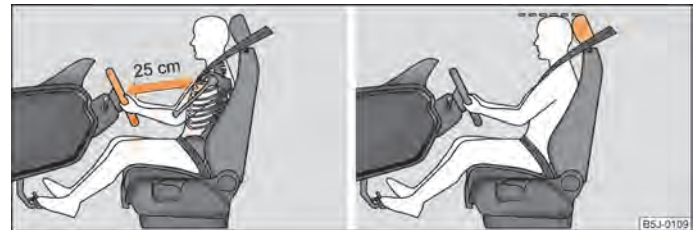

Abb. 96 Der richtige Abstand des Fahrers vom Lenkrad / Die richtige Kopfstützeinstellung des Fahrers
- Stellen Sie das Lenkrad so ein, dass der Abstand zwischen Lenkrad und Brustbein mindestens 25 cm beträgt ⇒ **Abb. 96** - links.
- Stellen Sie die Kopfstütze so ein, dass die Oberkante der Kopfstütze sich möglichst auf einer Höhe mit dem oberen Teil Ihres Kopfes befindet ⇒ **Abb. 96** - rechts.
- Der Fahrer muss einen Abstand zum Lenkrad von mindestens 25 cm einhalten ⇒ **Abb. 96**. Wenn Sie den Mindestabstand nicht einhalten, kann Sie das Airbag-System nicht schützen - Lebensgefahr!
- Stellen Sie die Kopfstützen so ein, dass die Oberkante der Kopfstützen sich möglichst auf einer Höhe mit dem oberen Teil Ihres Kopfes befinden ⇒ **Abb. 96** - rechts.